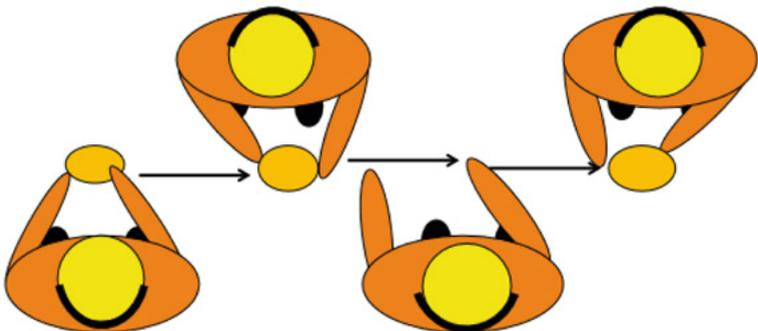

Abb. 39: Schematische Darstellung einer Helferkette für den Transport von Sandsäcken
- Im Nahbereich der Einbaustelle müssen die Sandsäcke meist von Hand an den Einbauort transportiert werden. Dafür eignet sich eine Helferkette (Abb. 39).